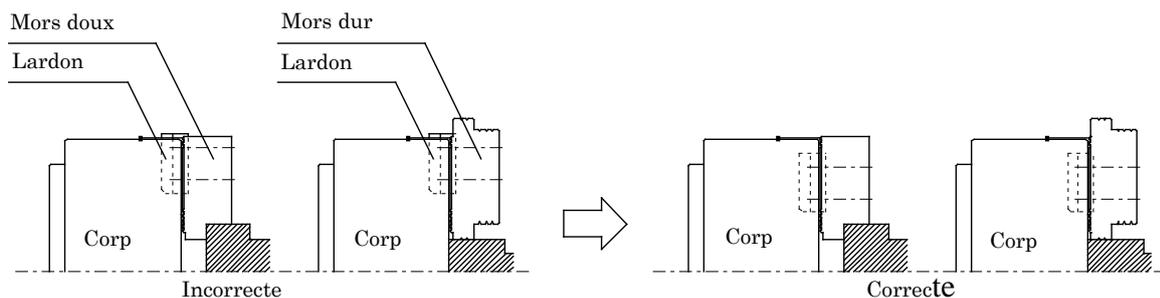

Figure 9
- **Utiliser l'écrou encastré de façon à ce qu'il ne sorte pas du mors principal. (Voir figure 9)**